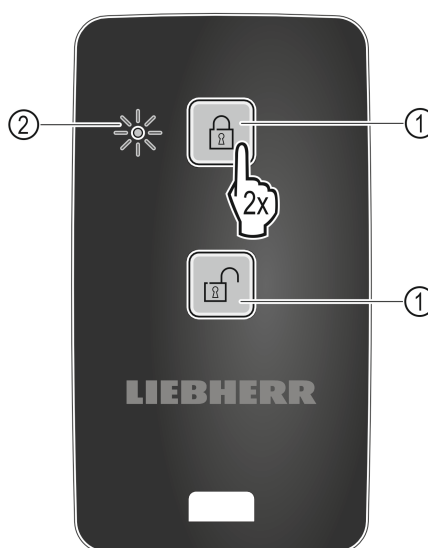

Fig. 101
- ▶ Een toets op de afstandsbediening Fig. 101 (1) twee keer indrukken.
- ▷ De statusled *Fig. 101 (2)* op de afstandsbediening knipt drie keer.